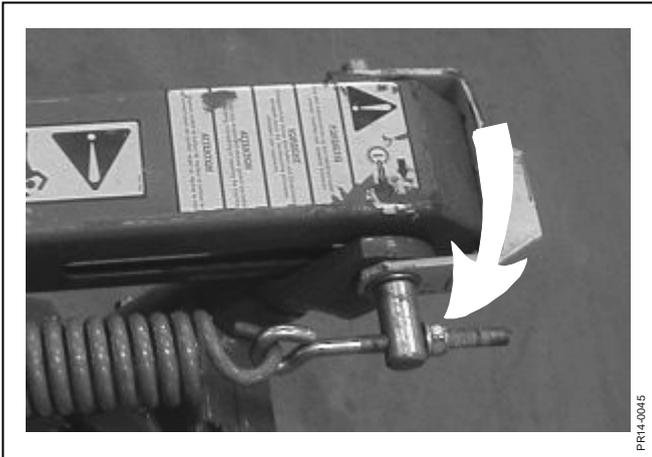

Fig. 3-9
**Fig. 3-9:** Falls die Maschine dazu neigt, sich in der Seite, die gegen den Schlepper wendet, zu erheben, ist es darauf zurückzuführen, daß die Entlastungsfeder zu hart gespannt ist. Die Schraubenmutter einige Umdrehungen lockern.